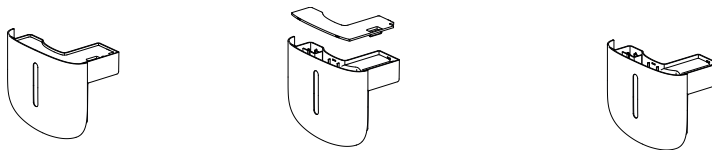

рис. 8
4. Очищайте резервуар для води кожні кілька тижнів. Вийміть його з приладу і зніміть верхню кришку з резервуара (рис. 8). Наповніть внутрішню частину бака водою з мию-